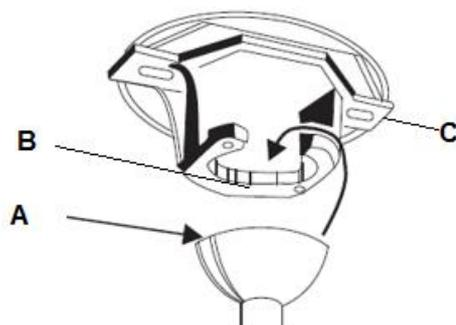

Fig. 7
Sollevare il ventilatore sulla staffa di supporto. Assicurarsi che la fessura (A) del giunto sferico sia posizionata sul perno (B) della staffa di supporto (C), in modo tale da evitare che il ventilatore ruoti quando è in funzione (Fig. 7).